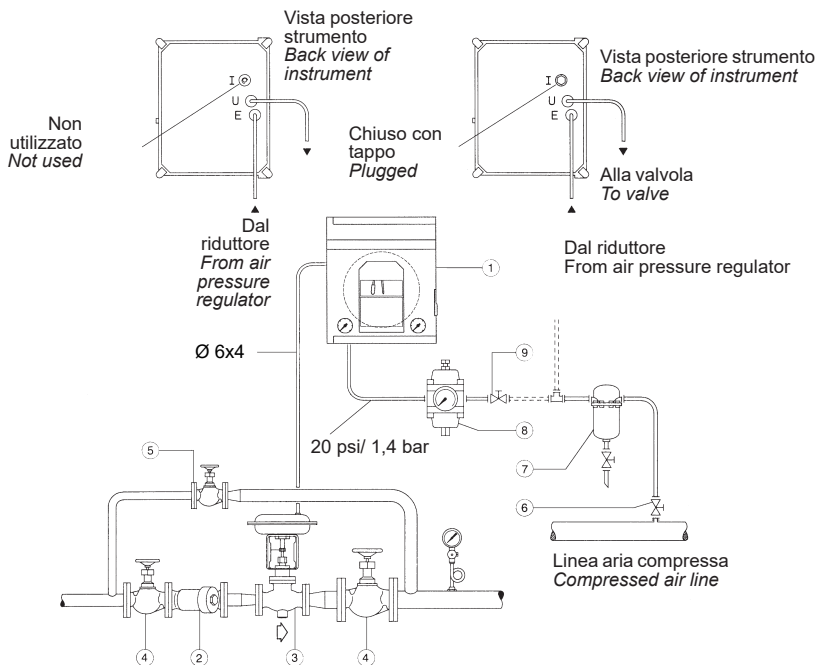
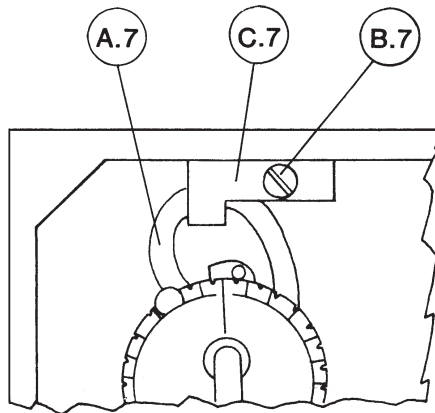

Fig. 4 - Schema tipico di installazione dei regolatori ad azione P, PI, PID o PD
Fig. 7 - **Dispositivo di blocco aria integrale**
I risultati ottenibili con la strumentazione pneumatica sono strettamente subordinati alle condizioni di purezza dell'aria di alimentazione. Gli strumenti pneumatici serie 3000 sono previsti per un'alimentazione alla pressione costante di 20 psi (1,4 bar). È prescritta l'installazione di un filtro, generalmente incorporato nel riduttore di pressione dell'aria, prima di ciascun strumento (part. 8 di Fig. 4; tipo FR 20-M). Per il regolare funzionamento del filtro-riduttore la pressione dell'aria di entrata non dovrà essere inferiore a 2,8+3 bar. È sconsigliabile l'uso di un unico riduttore per l'alimentazione di più strumenti in quanto variazioni improvvise di consumo di aria, dovute all'intervento contemporaneo di più strumenti, possono disturbare il funzionamento dei singoli regolatori (si consiglia un riduttore ogni due strumenti). Si eviteranno con sicurezza inconvenienti dovuti alla ruggine, realizzando collegamenti pneumatici in materiale non ferroso (rame, nylon, ecc.). Si consiglia l'impiego di tubetti aventi diametro interno 4 mm. La linea di alimentazione dovrà possibilmente salire verso lo strumento mantenendo, nei percorsi orizzontali, una pendenza non inferiore al 2%.
It is strongly recommended to fit a suitable filter on the air inlet of each controller however this is usually supplied as integral part of the auxiliary air pressure regulator (part. 8 on Fig. 4; type FR 20-M). For correct operation of filter-regulator (8) the air supply pressure must not be less than 2.8-3 bar. It is not advisable to use a single pressure regulator for supplying air to several instruments because sudden changes in air consumption, due to simultaneous operation of more than one instrument, could compromise the correct performance of every single controller. (It is accepted one pressure regulator every two instruments).
La derivazione della linea di alimentazione dal collettore dell'aria compressa dovrà essere praticata nella parte superiore del tubo per evitare di convogliare condensa allo strumento. Un eventuale separatore di umidità (7) posto prima del filtro riduttore effettuerà l'eliminazione preliminare di acqua e olio eventualmente contenuti nell'aria. Vedere lo schema tipico di collegamento a Fig. 4.
Il segnale regolante in uscita dai regolatori serie 3000 ha un valore standard di 3÷15 psi (oppure 0,2±1 bar). Il segnale deve essere convogliato alla valvola a diaframma (3), od al suo posizionatore, se presente, con tubo di rame o nylon 6x4 come in Fig. 4. È indispensabile che la linea di collegamento sia perfettamente stagna in quanto perdite, anche minime, di aria comprometterebbero la trasmissione dell'azione regolante. Viene raccomandato un controllo della tenuta della linea cospargendo giunti e raccordi con acqua saponata od utilizzando appositi spray.
Signal must be conveyed to the pneumatic control valve (3) or to its positioner, if any, by means of a copper or nylon tubing as shown in Fig. 4. It is essential that this signal line is perfectly airtight, because even the slightest leakage of air could modify the characteristics of the control action. It is therefore recommended that tightness of fittings and connections of the line are carefully checked with water and soap solution or with special spray compounds.
Prima di installare la valvola pneumatica, assicurarsi che la tubazione che convoglia il fluido di processo sia pulita, procedendo se possibile ad una energica soffiatura della medesima con vapore od aria compressa. L'installazione di un filtro (2) a monte della valvola, eviterà il possibile ingresso di sporcizia negli organi di strozzamento. Nel caso di impianti a funzionamento continuo, onde rendere possibile la periodica manutenzione della valvola, si consiglia di installare due valvole di intercettazione (4) ed una di by-pass (5) come illustrato nella Fig. 4. Mediante la valvola di by-pass si potrà anche regolare manualmente il processo durante l'esclusione della valvola di controllo. La valvola di by-pass non può essere prevista quando la valvola pneumatica ha, oltre la funzione di controllo, anche il compito di blocco di sicurezza. Le due valvole di intercettazione (4) prima e dopo la valvola di regolazione dovranno avere un passaggio uguale a quello della tubazione.
Before installing the pneumatic control valve, make sure that process pipework is clean; if possible, blow it with compressed air or steam. A pipe strainer (2) installed upstream of control valve will prevent dirt from obstructing valve internal passages. For installations requiring continuous operation it is advisable that two isolating valves (4) and a by-pass valve (5) are fitted, as shown in Fig. 4, to enable periodic maintenance of control valve.
I **collegamenti pneumatici** da realizzare sono visibili in Fig. 4. Sul retro degli strumenti sono riportati gli stessi riferimenti indicati sullo schema per i vari attacchi pneumatici.
Per i regolatori aventi azione PI (proporzionale-integrale) e PID (proporzionale-integrale-derivativa) occorre verificare che l'attacco "I" (aria-integrale) sia stato chiuso con un tappo (1/4" NPT) e che la vite (B.7) sia allentata onde permettere il regolare passaggio dell'aria nel tubetto (A.7) al di sotto della piastrina (C.7), Fig. 7.
Pneumatic piping arrangement is shown in Fig. 4. On the back of controller case, same references for the various connections shown in pneumatic connections scheme are indicated. On PI (proportional-integral) and PID (proportional integral-derivative) controller, the "I" - Air integral connection must be plugged with 1/4" NPT plug and the screw (B.7) must be loosened to permit the air passage in the flexible tube (A.7) positioned under the plate (C.7) Fig. 7.